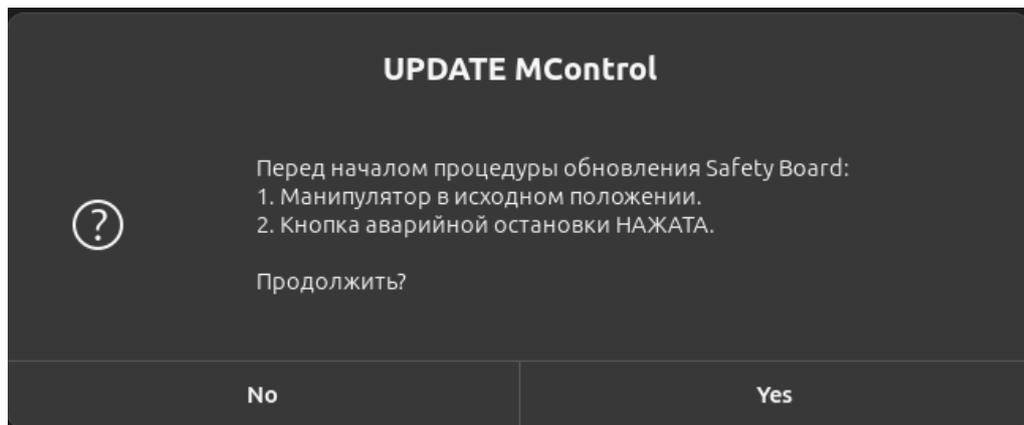

Рисунок II-35 – Предупреждение
- «Safety Board» – отобразится предупреждение «Перед началом процедуры обновления Safety Board: 1) Манипулятор в исходном положении. 2) Кнопка аварийной остановки НАЖАТА. Продолжить?» (см. Рисунок II-35);